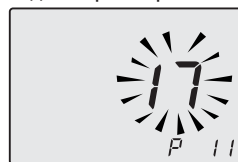

Рисунок 5.37
- Пролистать параметры, используя кнопки 16 и 17, до появления на ЖК-дисплее кода **P11** и значения параметра, которые указывают на вход в "параметр 11" (Рисунок 5.37).